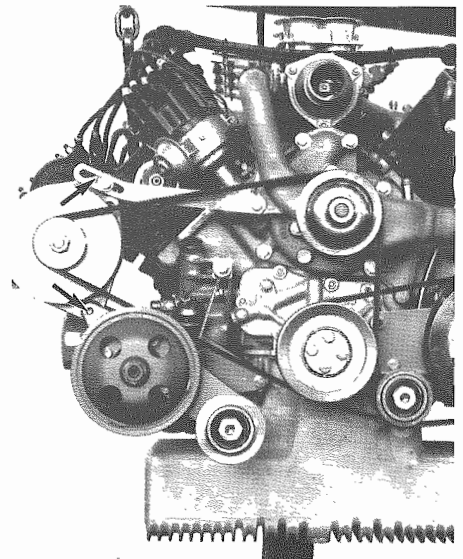

Fig. 21 - Viti di fissaggio
- **Sostituzione regolatore di tensione e spazzole.** Allentare le viti di **Fig. 21** ed estrarre il regolatore. Per sostituire le sole spazzole dissaldare le connessioni sui cavetti e montare le nuove spazzole.
- **Replacement of tension regulator and brushes.** Slacken screws of **Fig. 21** and remove regulator. To replace the brushes only, unsolder the connections on cables and fit new brushes.